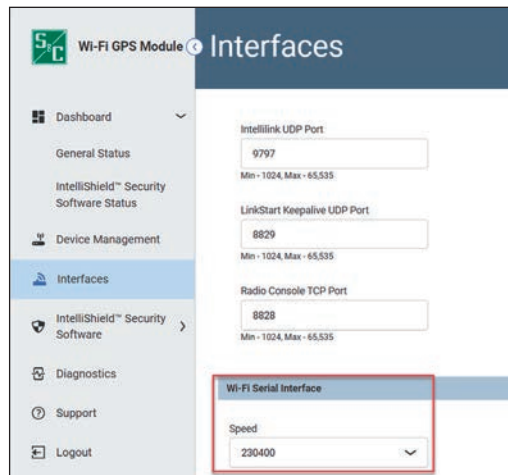

Figura 57. La pantalla Interfaces>Interfaz serie Wi-Fi.
- PASO 8.** Vaya a la pantalla Interfaces. Para el ajuste de Interfaz Serial Wi-Fi en la parte inferior de la pantalla, cambie el ajuste de Velocidad a “230,400”. Ver Figura 57.